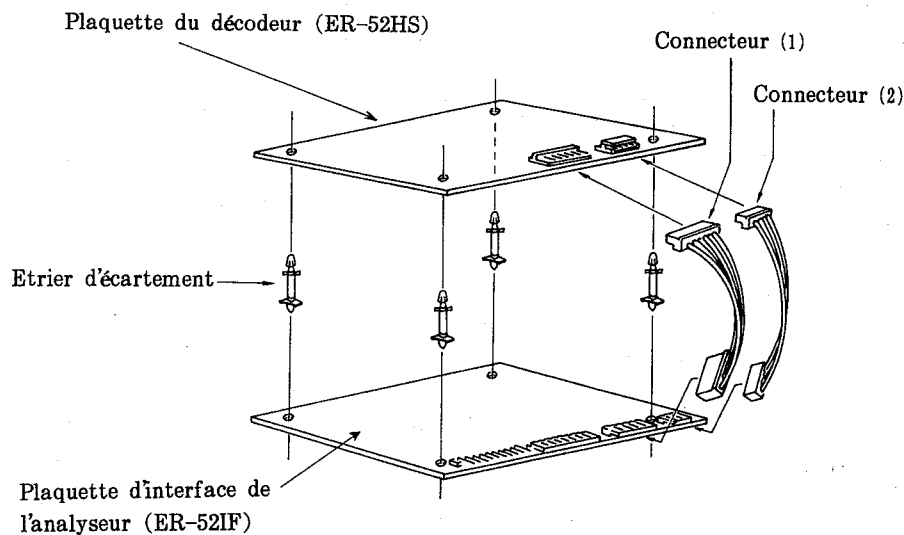

Fig.48
(3) Installer les étriers d'écartement (4) à la plaquette d'interface de l'analyseur (ER-52IF). (Voir la Fig. 48.)
(4) Fixer la plaquette du décodeur aux étriers d'écartement de la plaquette d'interface de l'analyseur et raccorder les connecteurs (1) et (2). (Voir la Fig. 48 ci-dessus.)
- (5) Raccorder la plaquette d'interface de l'analyseur sur la plaquette d'application.